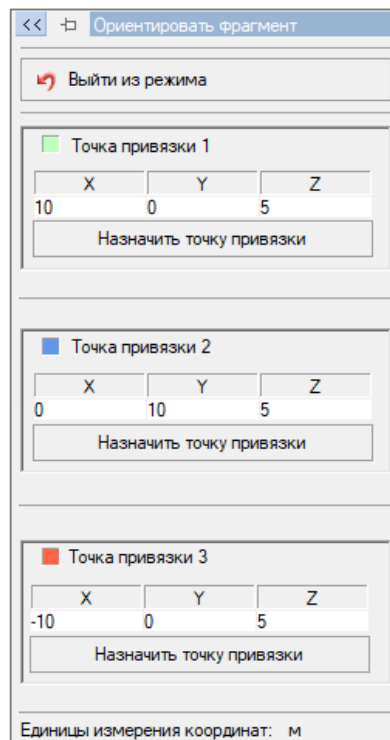

Рис. 2.117
- указанием координат (рис. 2.117);